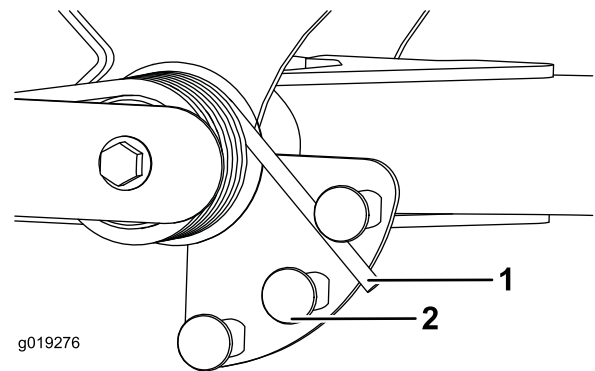

Рисунок 43
2. Вставьте трубу или аналогичный предмет в длинный конец пружины и поверните его вокруг пружинного привода в нужное положение (Рисунок 43).